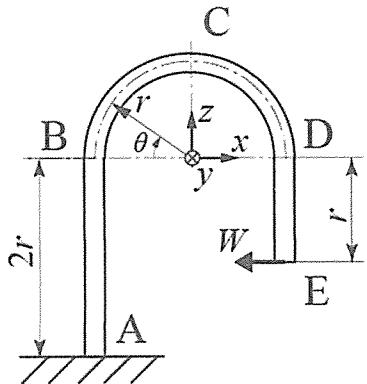

図1
問 図1のような半径 r の半円状の区間をもち、直径 d の中実丸棒である一様なはり ABCDE がある。A にて剛体壁に固定され、自由端 E の図心に集中荷重 W が負荷されている。なお、円弧 BCD の中心を原点とする、 xyz 軸のデカルト直交座標系を考え、紙面右向きを x 軸、上向きを z 軸とする。また、はりの断面の図心は $y = 0$ 上にある。
問 閉じた系における理想気体（質量 m [kg], 気体定数 R [J/(kg · K)], 比熱比 κ ）の状態変化（準静的過程）について考える。図1の p - V 線図（圧力-体積線図）に示すように、この気体を最初の状態1から体積一定で加熱して状態2とする（過程①：状態1→状態2）。次に、気体を圧力一定のまま加熱して状態3まで膨張させ（過程②：状態2→状態3），さらに可逆断熱膨張させて状態4とした（過程③：状態3→状態4）。そして、圧力一定のまま冷却して最初の状態1に戻した（過程④：状態4→状態1）。